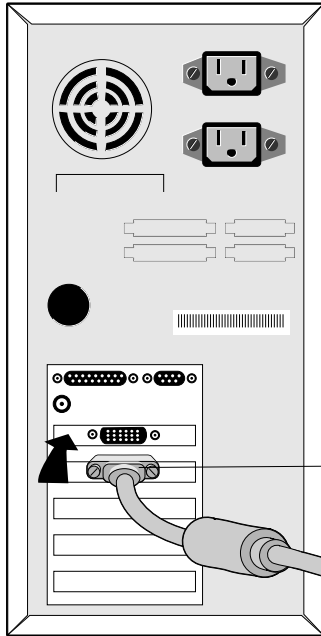
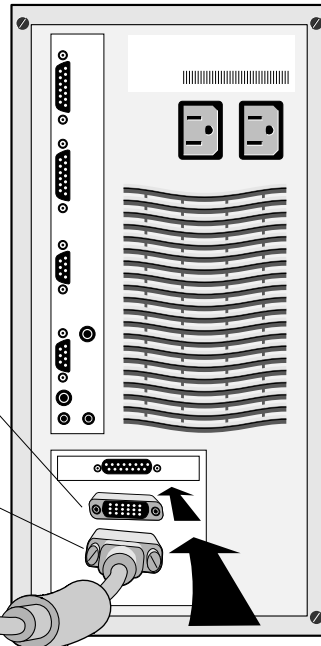

Figure A.1
Figure B.1
2. PC : Branchez le mini-connecteur D-SUB à 15 broches du câble vidéo approprié dans le connecteur de la carte vidéo de votre ordinateur (**Figure A.1**). Serrez toutes les vis. Macintosh : Branchez l'adaptateur de câble Macintosh pour dans l'ordinateur (**Figure B.1**). Branchez le mini-connecteur D-SUB à 15 broches du câble vidéo dans l'adaptateur de câble Macintosh (**Figure B.1**). Serrez toutes les vis.